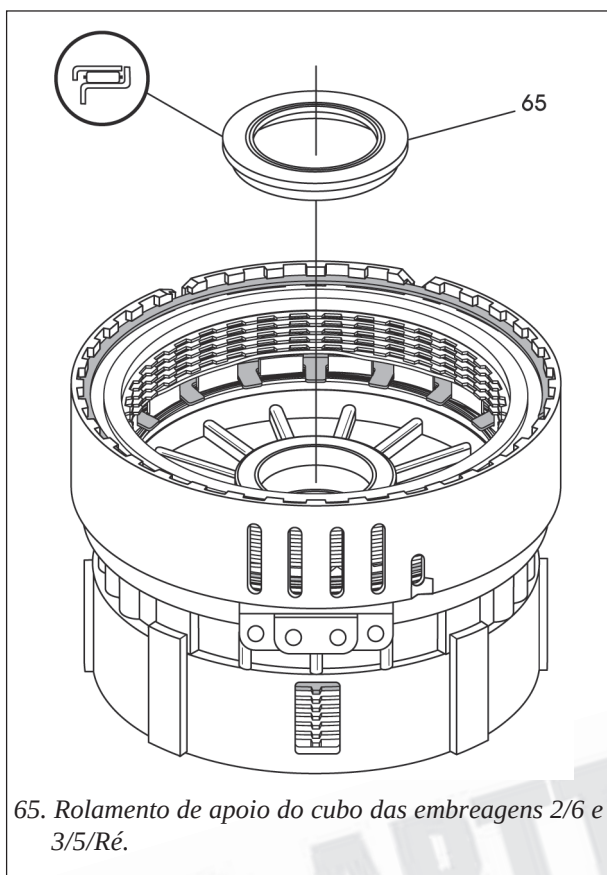

Figura 118
29. Instale o rolamento de apoio do cubo das embreagens 2/6 e 3/5/Ré na posição mostrada na figura 118, retendo-o com um pouco de vaselina neutra.